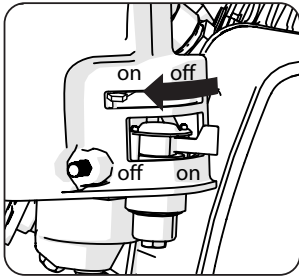

Fig. 12
- Ponga la palanca del estérter en la posición «Estérter ON» (encendido). (Fig. 12)